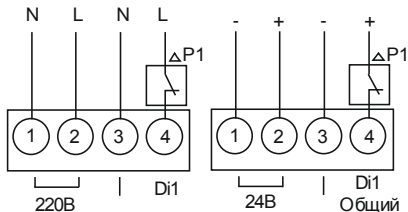

Рисунок 2.2
- 1 Дискретные входы контроллера предназначены для работы с активными сигналами, см. рисунок 2.2.